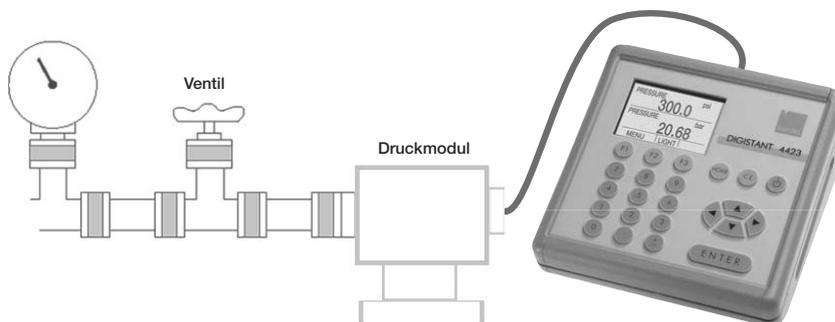

Abbildung 18: Messen eines Drucktransmitters
- Schließen Sie das Druckmodul an den Kalibrator an (siehe Abbildung 18).